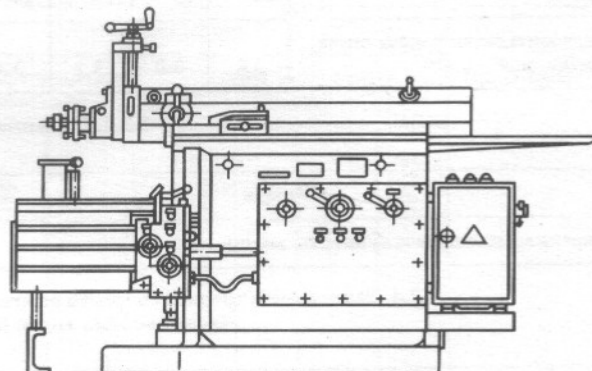

Рис. 1. Станки поперечно-строгальные 7305, 7305Т, 7307Г, 7307ГТ
1.1. Поперечно-строгальные станки (рис. 1) предназначены для обработки резцом горизонтальных, вертикальных и наклонных, плоских и фасонных поверхностей с наибольшей длиной обработки 500 и 710 мм, а также для прорезания пазов, канавок.